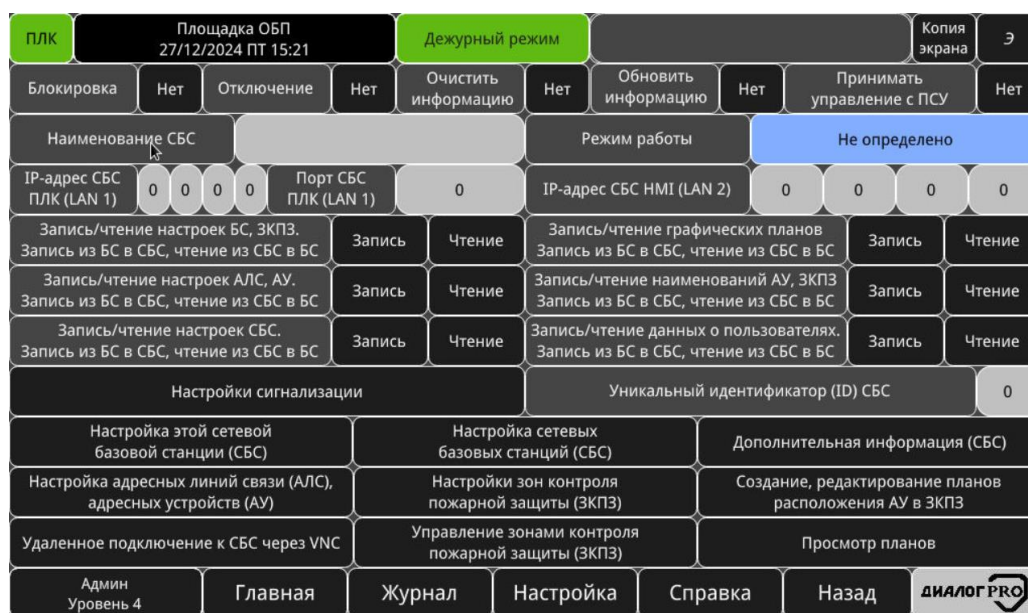

Рисунок 3.84 – Окно СБС «Площадка ОБП»
- «Наименование СБС» – кнопка-индикатор, содержащая наименование СБС и отображающая цветом текущий режим работы СБС. Нажатие на данную кнопку позволяет осуществить переход в окно СБС (рисунок 3.84);
- «Режим работы СБС» – кнопка-индикатор, отображающая текстом и цветом текущий режим работы СБС. Нажатие данную кнопку позволяет осуществить переход в окно СБС (рисунок 3.84).